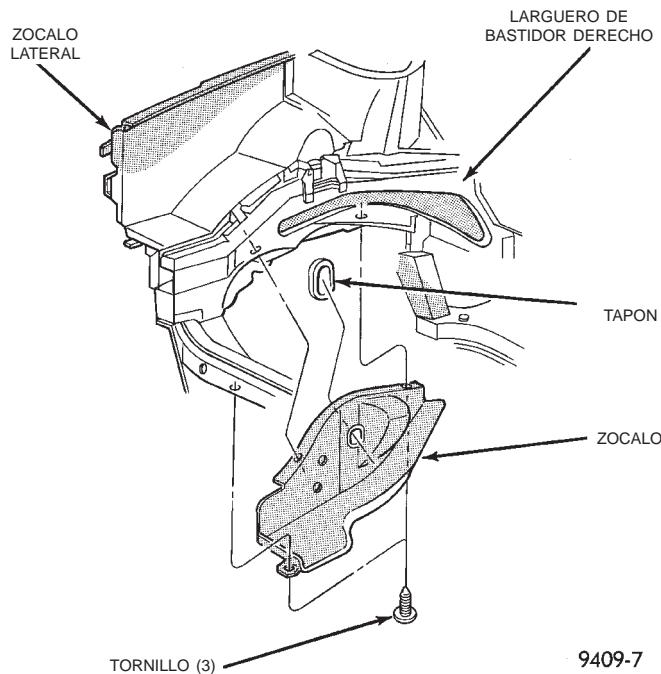

Fig. 33 Zócalo interno derecho
(1) Retire las correas de transmisión de accesorios. Para informarse sobre el procedimiento descrito en esta sección, consulte el Grupo 7, Sistema de refrigeración.
(2) Eleve el vehículo sobre un elevador y retire el zócalo interno derecho (Fig. 33).